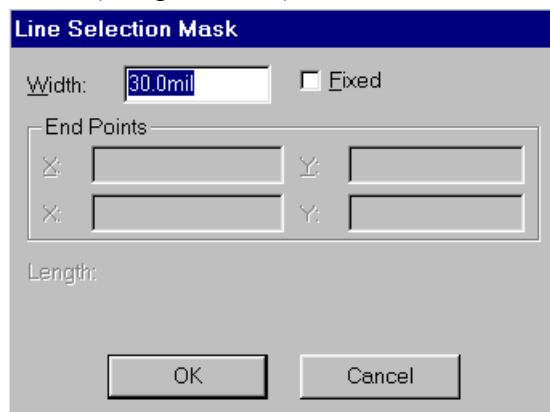

Рис. 9-11. Задание дополнительных параметров для выбора линии
щими для группы элементов. Например, для линий (рис. 9-11) можно задать только толщину и отметить признак фиксации (флажок *Fixed*).
- 5) Нажмите кнопку **Line...** и на появившейся панели **Line Selection Mask** (см. рис. 9-11) в окне Width наберите требуемое значение ширины линии – **30**. Единицы измерения можно не указывать.